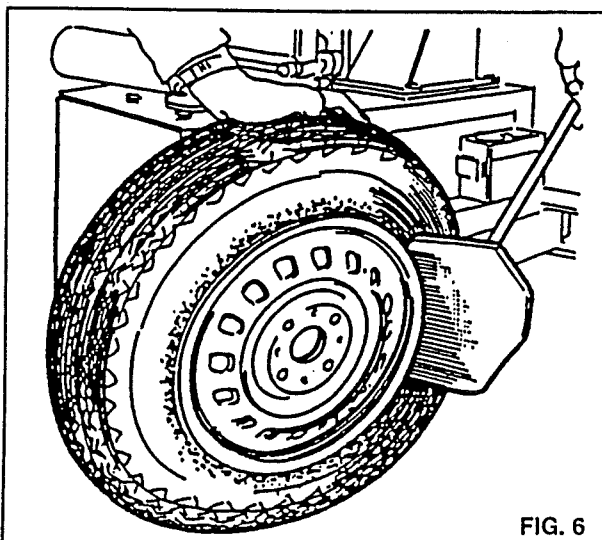

FIG. 6
Insert wheel with tire between the plastic stop 17 and the Bead breaker 1004. Position the Bead Breaker so that it is resting on the tire approximately 1/2 inch (1 cm.) from the wheel rim (fig. 6).
*Introduire la roue entre le tampon en caoutchouc 17 et le détalonneur 1004. Positionnez le détalonneur en l'appuyant sur le pneumatique à environ 1 cm du bord de la jante (fig. 6).